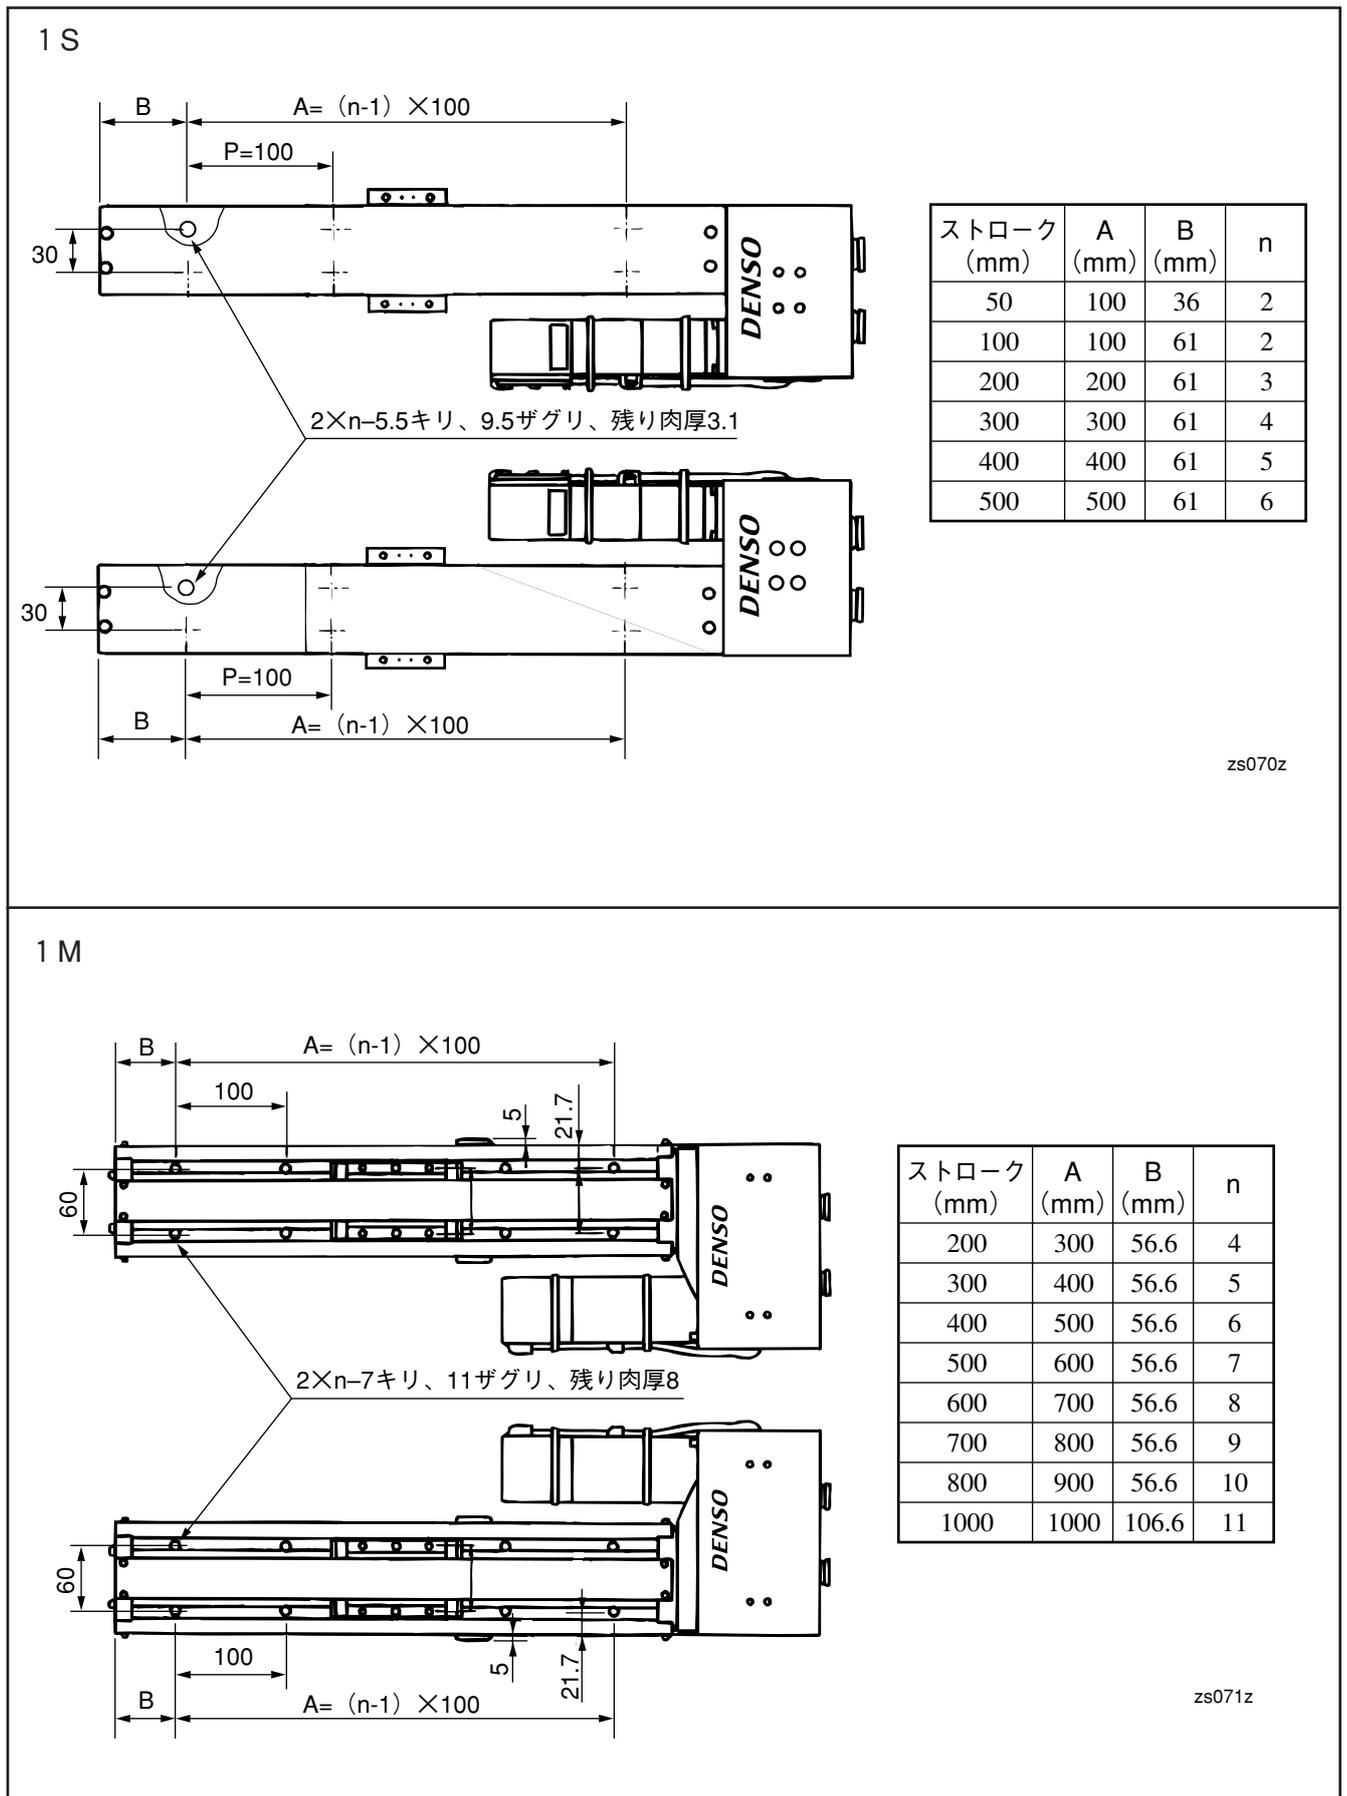

図3-2 1S、1M型の固定ボルト位置
- ①モータケーブルおよびエンコーダケーブルはロボット本体からはずしてください。
- ②モータ部は変形・破損のおそれがありますので、手でもたないでください。
- ③ロボットの運搬方向に障害物がないことを確認してください。
- ④ロボットを設置場所に下ろし、ロボットをボルト4本を使用し仮止めしてください。
- ⑤ロボット設置方法に基づき固定してください。
- ⑥モータケーブルとエンコーダケーブルを忘れずに取付けてください。
(2) 固定方法
- ①設置台のロボット固定位置に図3-2の寸法に従って、ボルト穴を（2×n）ヶ所1Mの場合はM6（深さ12以上）、1Sの場合はM5（深さ10以上）を開けてください。
- ②ロボットの運搬方法に従って、固定位置に置いてください。
- ③1Mは六角穴付きボルトM6×16を締め付けトルク150±30kgf・cmで、1Sは六角穴付きボルトM5×12を締め付けトルク90±18kgf・cmで締め付けてください。